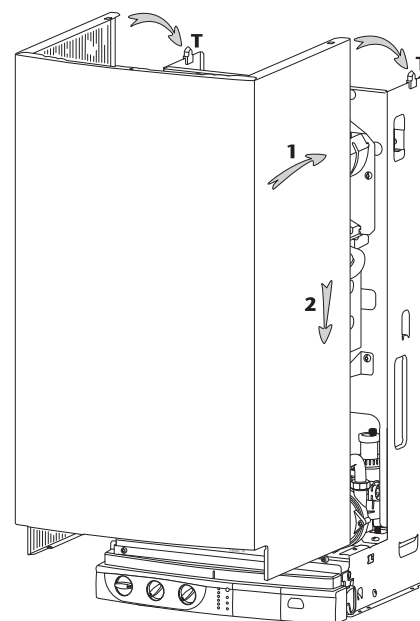

Fig. 20
- présenter l'habillage (fig. 20)
- engager les 2 encoches de côté sur les tenons **T** du châssis, et placer l'habillage suivant 1 et 2 (fig.20)